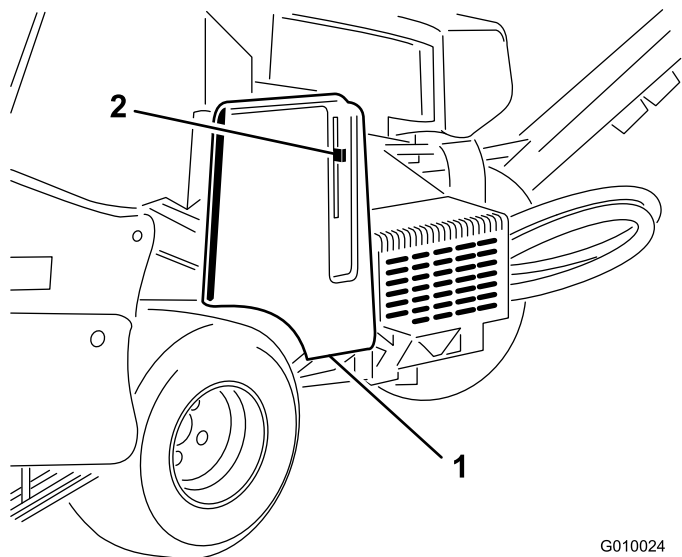
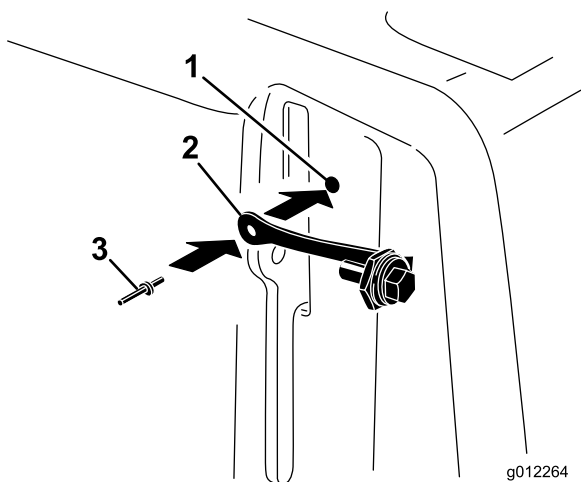

図 8
図 9
1. ラッチカバーの隣にあるベルトカバーの穴を探し図 8 および 図 9。
2. ベルトカバーの穴を使って、ポップリベットのついたストラップを取り付ける 図 9。